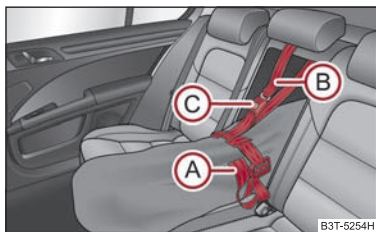

Fig. 117 Asigurarea sacului de transport
- Strângeți banda (A) de capătul liber, în jurul schiurilor, în fața legăturilor ⇒ fig. 117.
- Introduceți banda de asigurare (B) prin orificiul din spătarul scaunului, în jurul părții de sus a spătarului.
- Introduceți banda de asigurare (B) în încuietoarea (C) până se fixează cu zgomot.